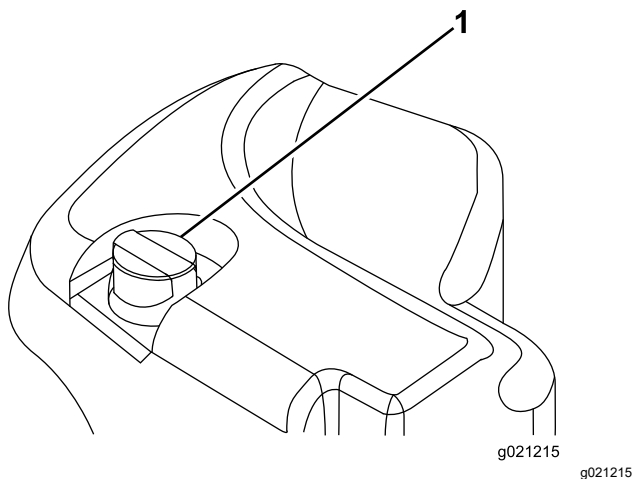

Figura 99
2. Limpe a zona em redor do tubo de enchimento e da tampa do depósito hidráulico (Figura 99). Retire a tampa do tubo de enchimento.